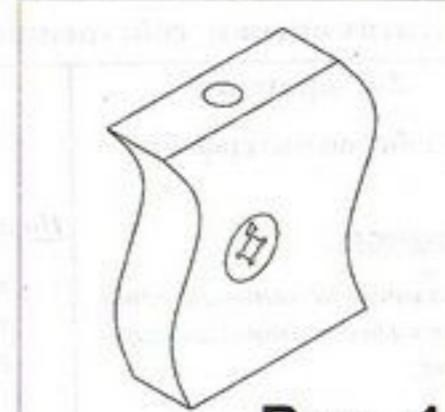
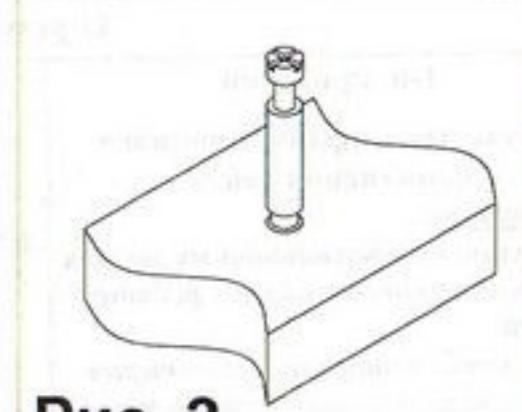

Рис. 1
Рис. 2
1. Прикрутить к стойке 8 направляющие (7) евровинтами (8) и присоединить ее к дну 4 евровинтами (15). Вставить стяжки-растекс (12) (см. рис.1) в стойку 8. Закрутить дюбеля стяжек-растекс (4) (см.рис.2) в полку 5. Забить шканты (1) в детали 4, 5 и 10. Соединить стенку заднюю 10 с полкой 4. Соединить полку 5 и стойку 8. Фиксацию стяжек-растекс (12) произвести путем поворота их по часовой стрелке
Взять стенку заднюю выдвижного ящика 13 и забить в соответствующие отверстия шканты (1). Соединить боковины ящика 11 и 12 с задней стенкой 13. Фиксацию производить при помощи евровинтов (15). Далее положить каркас ящика на заднюю стенку 13 и забить шканты (1) в соответствующие торцевые отверстия на боковинах ящика, 11 и 12 и вставить стяжки растекс (12) (см.рис.1). После этого вставить дно ящика 15 в пазы на каркасе ящика, таким образом, чтобы дно ящика 15 вошло в паз на стенке задней ящика 13. Далее закрутить в переднюю панель ящика 14 в